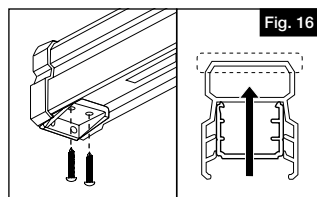

Fig. 16
- b. Usando los orificios en el soporte a modo de guía, perfora dos (2) agujeros de $\frac{1}{8}$ " desde la parte inferior del travesaño hacia arriba a través del travesaño superior. Coloque dos (2) tornillos de $1\frac{1}{2}$ " hacia arriba a través del orificio para fijar el soporte, el panel y el travesaño superior, teniendo cuidado de no perforar a través de la parte superior del travesaño superior (Fig. 16).